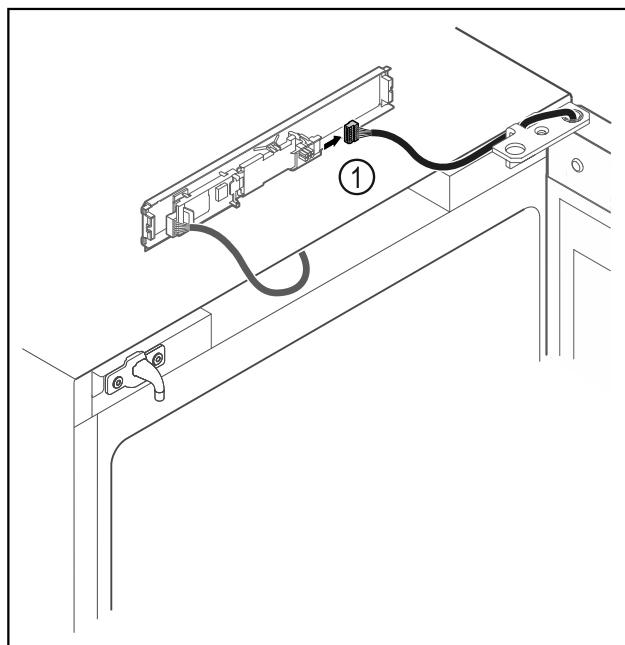

Fig. 13
- Извадете щекера Fig. 13 (1) от платката.